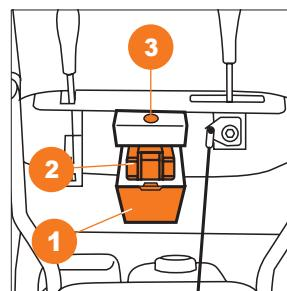

Рис. 9
- Откройте крышку **①** отсека для аккумулятора (Рис. 9).
- Установите аккумулятор **②** на место. Убедитесь в правильном расположении аккумулятора и соединении контактов (Рис. 9).
- Нажмите кнопку запуска **③** и удерживайте ее до момента запуска двигателя, но не более 5-ти секунд (Рис. 9).